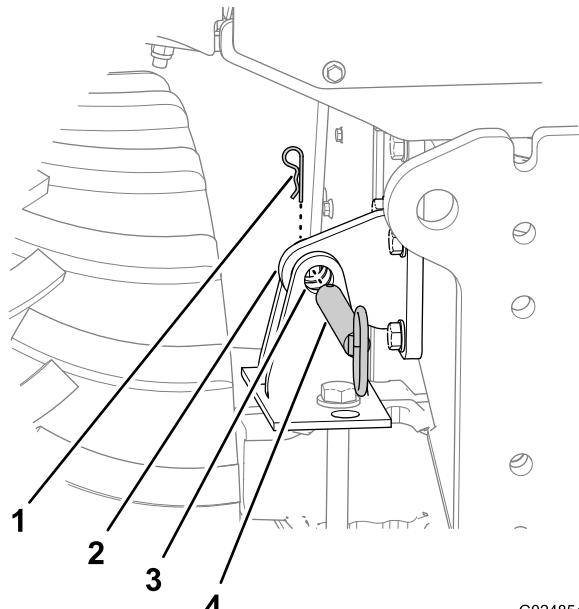

Figure 44
- Enlevez la goupille fendue qui fixe la goupille de verrouillage d'inclinaison sur le support de verrouillage du châssis (Figure 44).
- Sortez la goupille de verrouillage d'inclinaison des trous situés dans le support de verrouillage du châssis et le support de verrouillage d'essieu (Figure 44).
- Utilisez la commande d'inclinaison pour aligner le trou dans le support de verrouillage du châssis et les trous dans le support de verrouillage d'essieu (Figure 44).
4. Insérez complètement la goupille de verrouillage d'inclinaison dans les trous du support de verrouillage du châssis et du support de verrouillage d'essieu (Figure 44).
5. Fixez la goupille de verrouillage d'inclinaison au support de verrouillage d'essieu avec la goupille fendue (Figure 44).